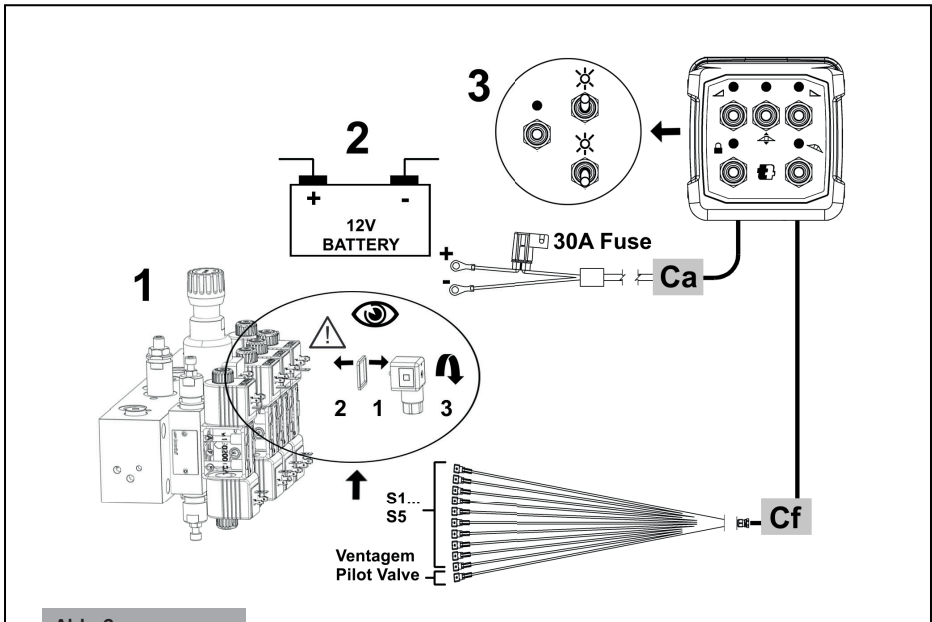

Abb. 2
Anschluss an die Ventile (Abb. 2)
3. Montieren Sie die Verbinder mit den Gummidichtungen an den jeweiligen Ventilsteuerungen, wie in Beispiel (1, Abb. 2) gezeigt.
Stromkabel – Ca (Abb. 2)
3. Verbinden Sie die M8-Ösenklemme des roten Drahtes (30A-Sicherungsanschluss) mit dem Pluspol "+" und den schwarzen Draht mit dem Minuspol "-" der Batterie (2, Abb. 2).
BETRIEB (3, Abb.2 e Tab.1)